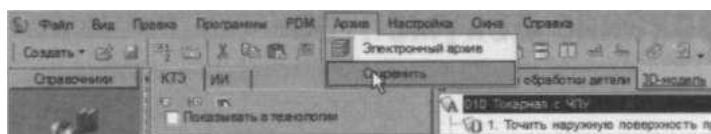

Рисунок 88
44. Нажмите кнопку Архив на панели инструментов и выберите в меню Сохранить (рис. 88).